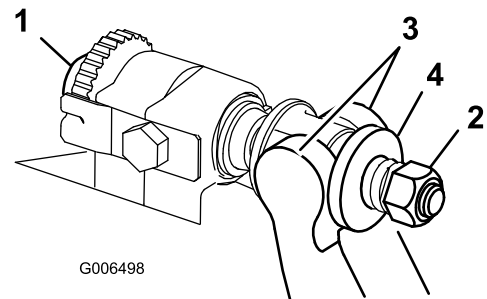

Figura 1
2. Gire los tornillos de ajuste de la barra de asiento en el sentido contrario a las agujas del reloj para alejar la contracuchilla del molinete (Figura 1).
3. Afloje la tuerca de tensado del muelle hasta que el muelle deje de presionar la arandela contra la barra de asiento (Figura 1).